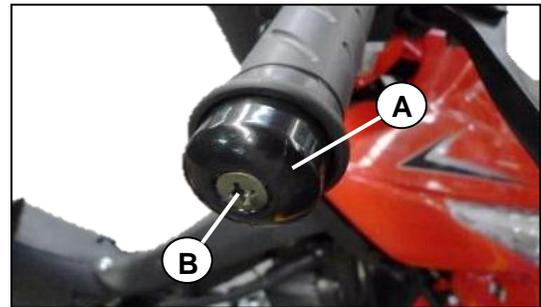

Fig. 8.50
- Retire el balanceador de manubrio [B]. **Fig. 8.50**